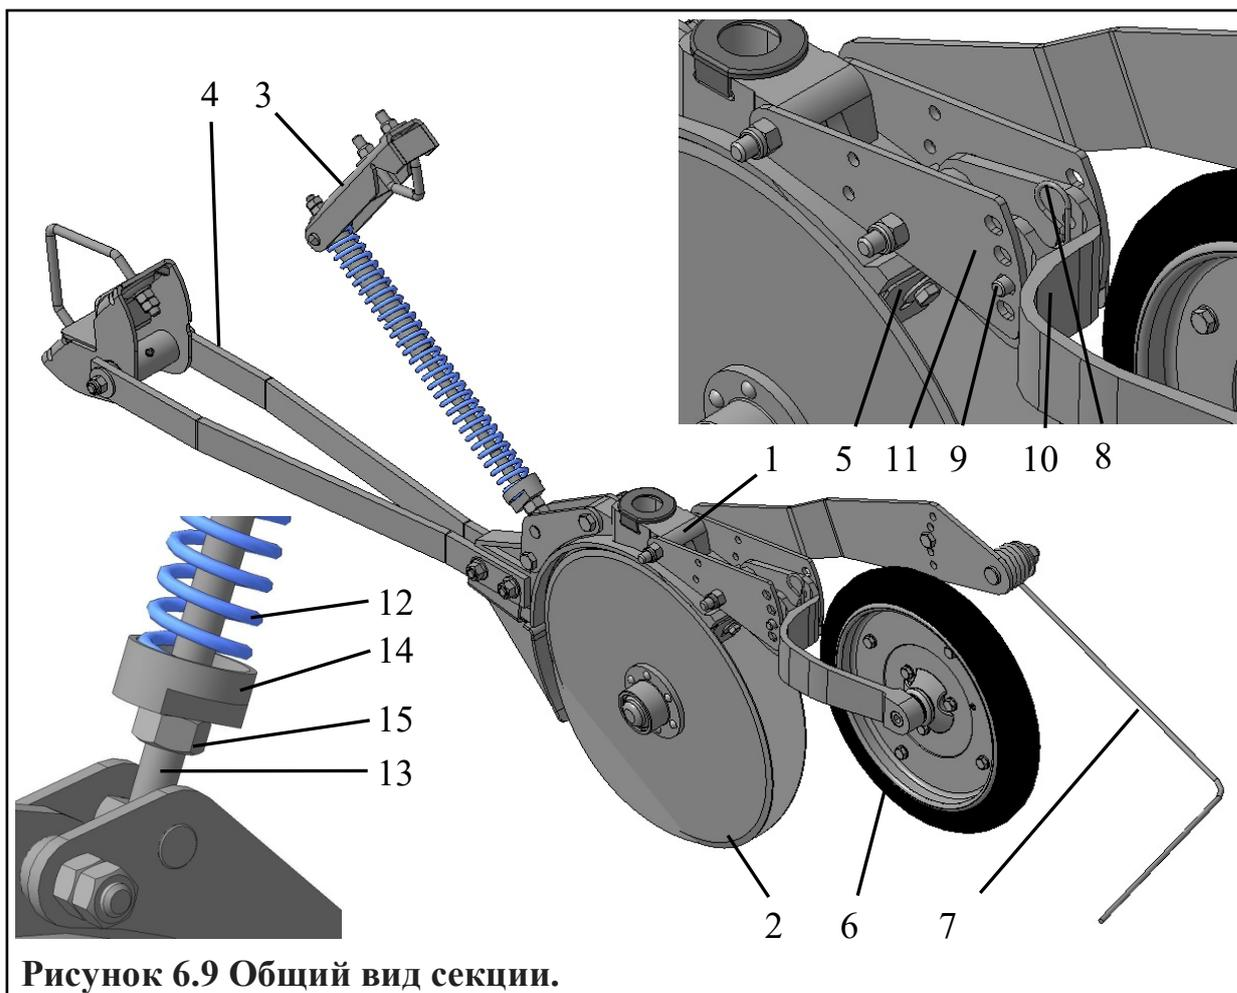

Рисунок 6.9 Общий вид секции.
Глубина заделки семян в почву зависит от глубины хода дисков (2) (рис. 6.9), которая задаётся положением регулятора глубины с опорно-прикатным колесом (6) относительно остова (1) с дисками.
В случае если диски, идущие по следу колёс трактора или сеялки, не прорезают почву на заданную глубину, необходимо поджать пружины (12) (рис. 6.9) на стержнях (13) соответствующих секций. Для этого необходимо выполнить следующие действия:
- 1) **ВНИМАНИЕ:** расконтрить опору (14) и гайку (15) гаечными ключами "22" и "27";
- 2) сжать пружину на необходимую величину, закручивая опору (14);
- 3) законтрить опору (14) гайкой (15).